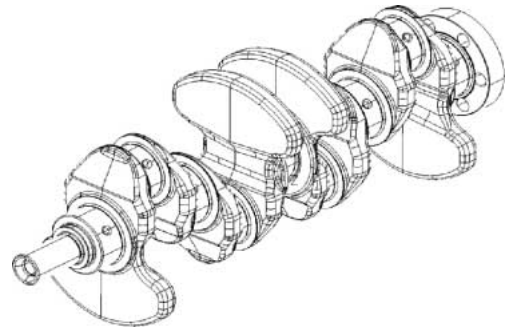
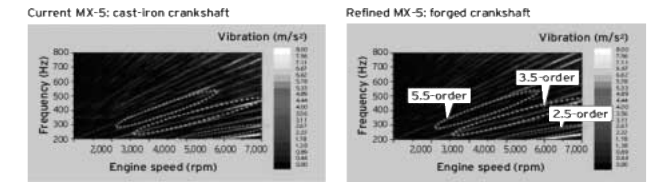

Fig.4 Changes for Crank Shaft
Fig.5 Comparison of Crank Shaft
2.0L MT車のエンジンの回転系については、レプリミットの500回転アップでも同時に必要とされた高剛性鍛造クランクシャフト (Fig.4) の採用により、ハーフ次数で発生する振動音を低減して、基本次数の振動音のみを強調した (Fig.5)。
Fig.5の斜めのラインはエンジンの回転次数に応じて発生する音を示す。従来型ロードスターの鋳鉄クランクでは、2.5次、3.5次などのハーフ次数成分の音も少し出ているが、新型ロードスターの鍛造クランク (Fig.4) では、2.5次、3.5次などのハーフ次数成分の音をほとんど消すことができ、2次、4次といった基本次数の音を強調できたことを『ArtemiS』のチャートで実証している。